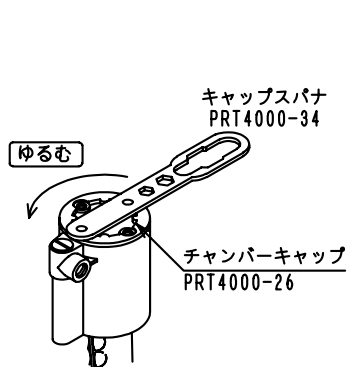

図7-3
- (1) カプラを分離する等により、圧縮空気の供給を止めてください。
- (2) 付属のキャップスパナを用いて、チャンパーキャップを外してください。（図7-3）